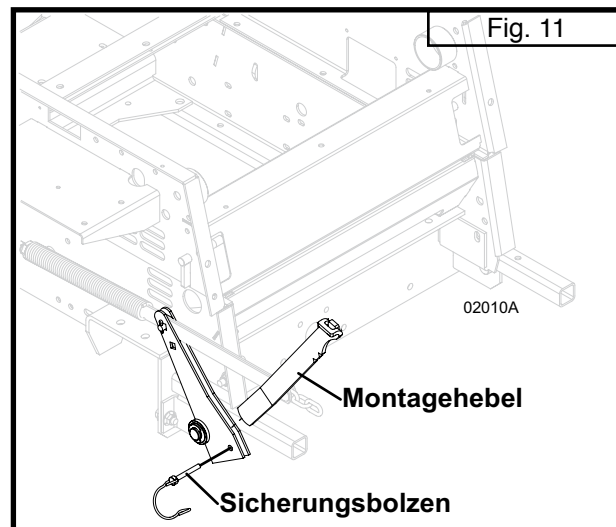

Fig. 11
- Für 600er Serien Traktor siehe Abb. 11 und befolgen Sie folgende Schritte: